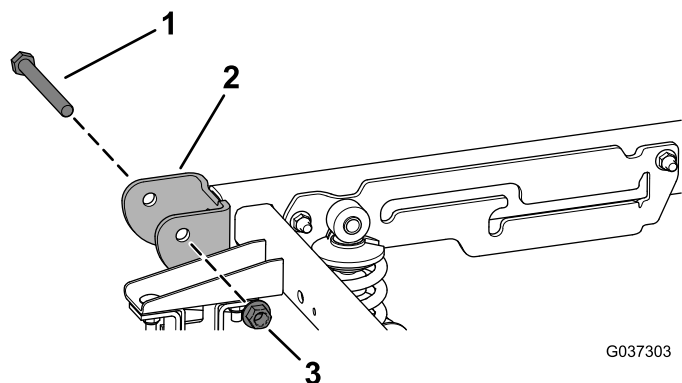

Рисунок 3
3. Выверните два шарнирных болта ($\frac{1}{2} \times 4\frac{1}{2}$ дюйма) и две контргайки ($\frac{1}{2}$ дюйма) с кронштейна поворота, расположенного в задней части машины (Рисунок 3).